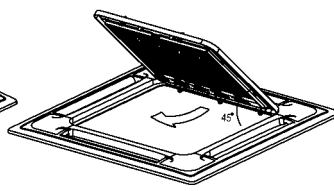

Рис. 9
- Поверните решетку на угол около 45° и выньте ее (рис. 9).